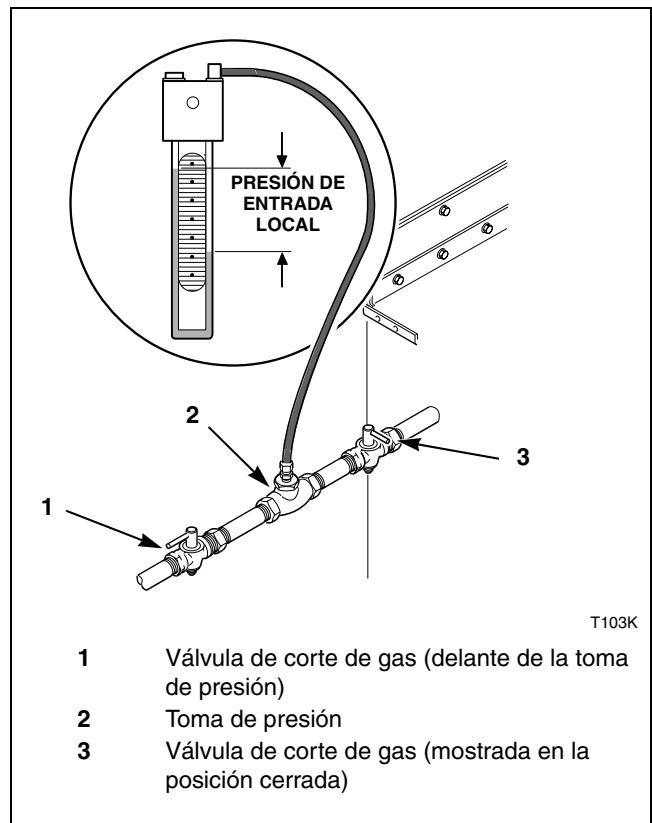

Figura 5
- a. Desconecte la corriente eléctrica de la secadora. Cierre la válvula de corte de la secadora. Consulte la *Figura 5*.
1. Desconecte la corriente eléctrica de la secadora. Cierre la válvula de corte de la secadora. Consulte la *Figura 5*.